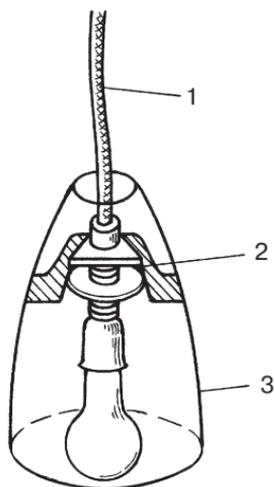

Рис. 63. Подвесной светильник: 1 — провод; 2 — лапки для крепления абажура; 3 — абажур
*Подвесной светильник (рис. 63).* Такого рода светильники подвешиваются на проводе. Абажур крепится при помощи лапок, но если он имеет специальную форму и отверстия, его можно смонтировать прямо на патроне.